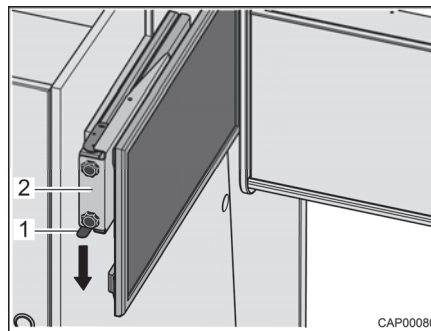

Fig. 70 Dispositivo de extracción con pantalla plana
- Presionar el resorte de cierre (Fig. 70,1) hacia abajo y extraer el dispositivo de extracción (Fig. 70,2) con pantalla plana horizontalmente hacia el centro del vehículo.
- Introducir el dispositivo de extracción (Fig. 70,2) con pantalla plana horizontalmente hasta el tope. El resorte de cierre (Fig. 70,1) engatillará audiblemente.